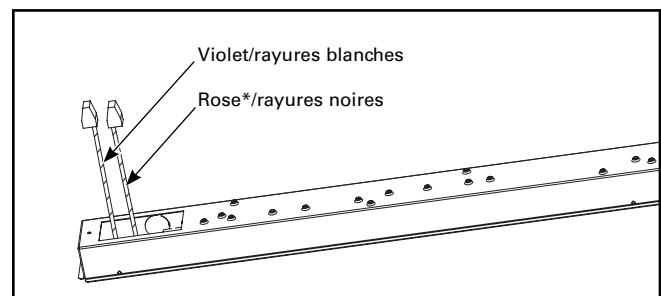

Figure 3.
- Pour un luminaire avec capteur intégré, repérez deux fils de commande dotés d'écrous capuchons (rayures violet/blanc et rayures rose*/noir), puis passez à l'étape 4. (Figure 3.)